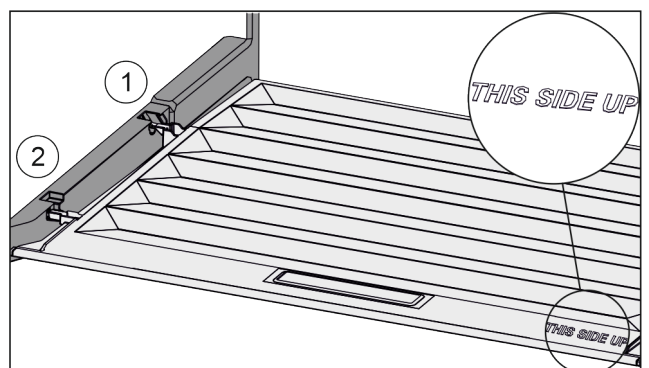

Fig. 125
- ▶ Dekselranden via de opening van de achterste houder Fig. 125 (1) aanbrengen en van voren in de houder Fig. 125 (2) klikken.